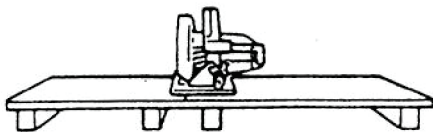
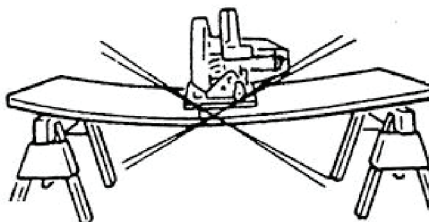

Рис. 1
Рис.2
Поддерживающая панель (см. рис. 1) предназначена для того, чтобы избежать риска сжатия и отскока пильного диска (см. рис. 2). При ее отсутствие материал может прогнуться и зажать пильный диск.
- Устанавливайте большие куски материала, как показано на рис. 1;